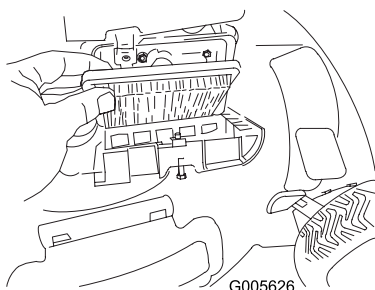

Figura 30
2. Sostituire il filtro dell'aria (Figura 30).